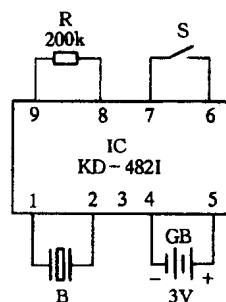

图 1-2
(2) 音乐储钱罐电路很简单, 仅用 5 个元器件(见图 1-2), 其核心是一块 KD-482I 音乐集成电路, 内部储存有 16 首世界名曲, 可以依次播放, 具有音色优美、功耗小、外围电路简单的特点。R 是外接电阻, B 是压电蜂鸣片, S 是触发开关。电源采用两节 5 号干电池。